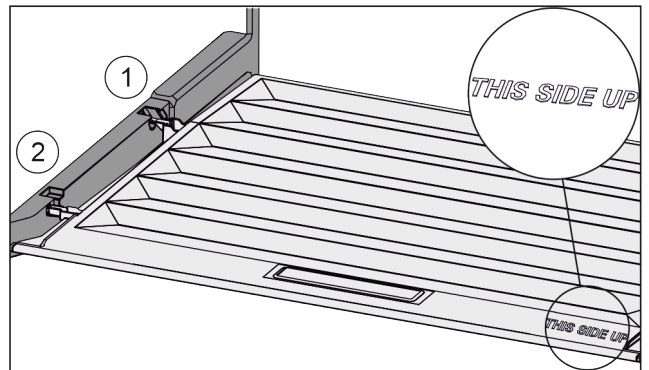

Fig. 158
- ▶ Introduzca los nervios de la tapa por la abertura del soporte trasero Fig. 158 (1) y encájelos por delante en el soporte Fig. 158 (2).